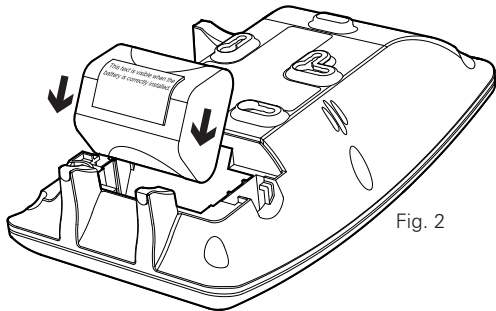

Fig. 2
3. Placez la batterie dans son logement. Le câble de batterie doit être placé sous la batterie. Placez le câble dans le fond de la cavité et placez la batterie sur le dessus, avec le texte de la batterie vers le haut comme montré en Fig. 2. Cela permet de garantir que la batterie est correctement installée.